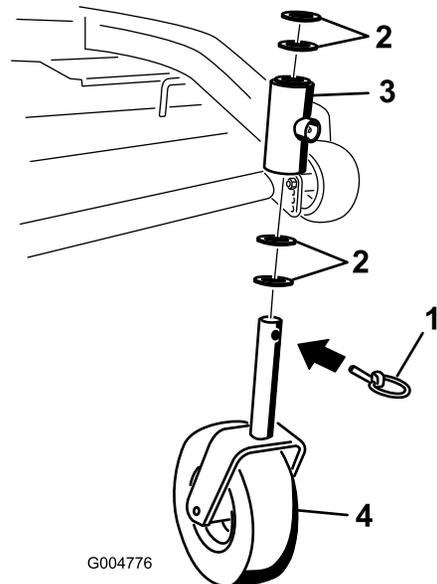

Bild 32
2. Entfernen Sie den Arretierbolzen und die Distanzstücke von der Oberseite der Laufradgabel (Bild 32).